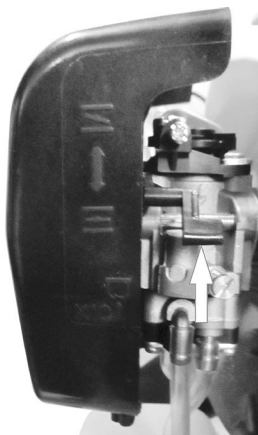

Рис.3
4. Закройте воздушную заслонку. Для этого рычаг заслонки поднимите вверх (Рис.3).